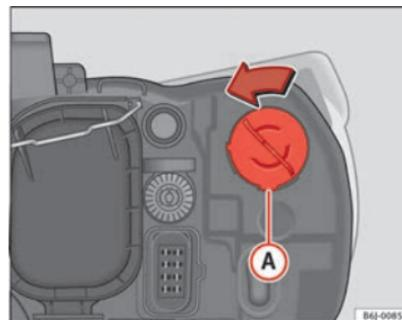

Fig. 157 Indicatore di direzione
- Ruotare il portalampada ⇒ fig. 157 A verso sinistra e tirare. ►